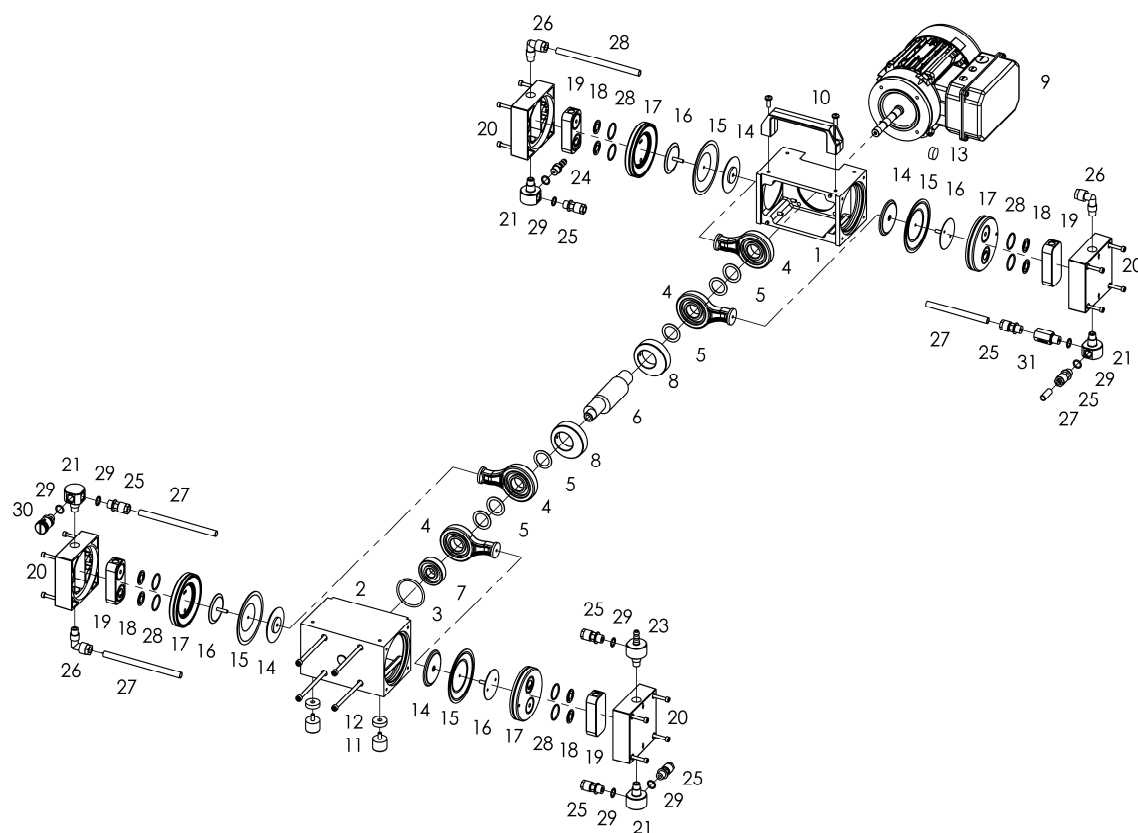

Fig. 8 Dessin d'explosion MPC 601 T ef (fig. sans vide contrôle boîte)
2. En appliquant le couple de serrage de 2 - 4 Nm, avec une clé à ergots de taille 3, vissez la rondelle de pression (8), la membrane (7) et la rondelle de serrage (6).
3. Placez en position centrale la bielle (voir fig. 8) et la membrane (7).
4. Positionnez la tête de pompe (5).
5. Insérez les joints de soupape (3) et les joints toriques (4).